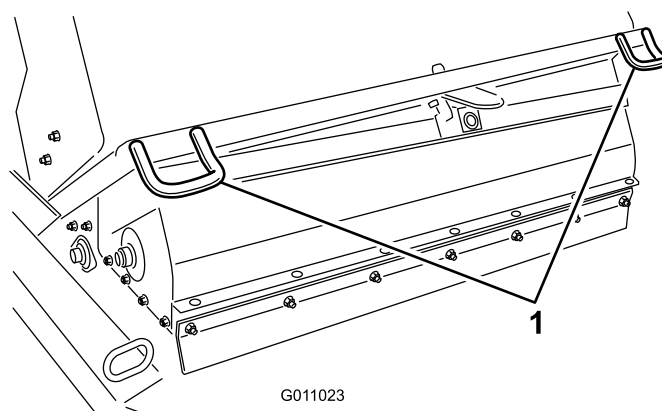
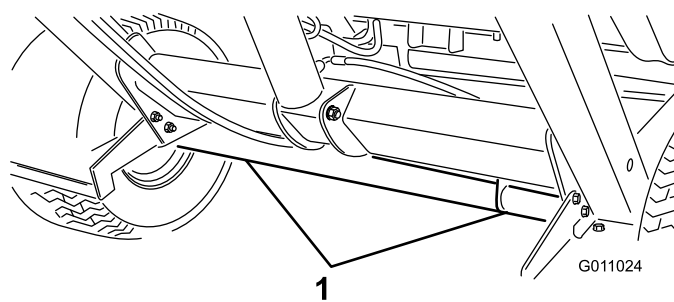

Figura 29
Figura 30
- Prima di trasferire la spazzatrice utilizzate i punti di attacco per ancorare la parte anteriore della macchina (Figura 29), e l'assale (Figura 30) per ancorare la parte posteriore della macchina al rimorchio.